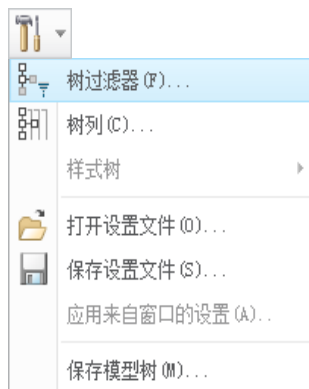

图 5.2.66 “设置”下拉菜单
Step2. 单击图 5.2.66 所示导航选项卡的选项（模型树上方），在弹出的“设置”下拉菜单中选择“树过滤器(F)”命令。